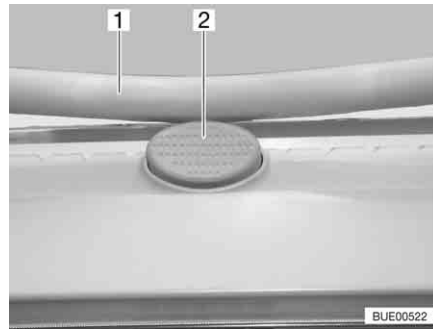

Fig. 86 Bouton de sûreté sur le lanterneau Heki
- Appuyer sur le bouton de sûreté (Fig. 86,2) et tirer l'étrier (Fig. 86,1) vers le bas avec les deux mains.
- Pousser l'étrier vers le haut avec les deux mains jusqu'à ce que ce dernier se trouve au-dessus du bouton de sûreté (Fig. 86,2).